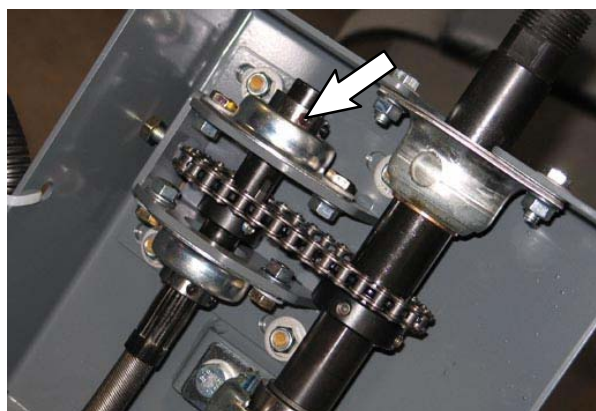
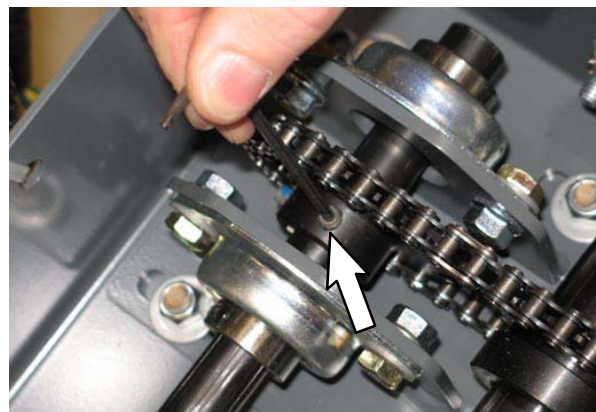
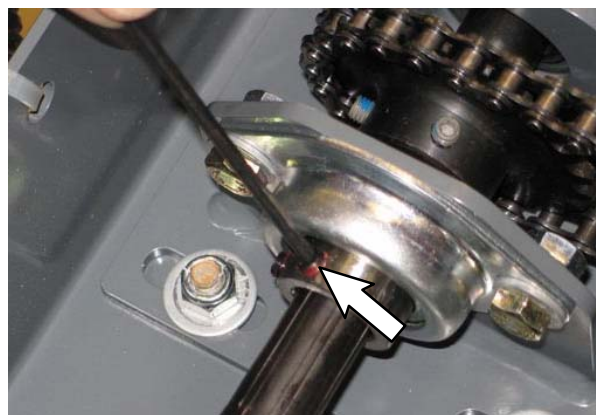

FIG. 31
FIG. 32
FIG. 33
30. Allentare le sei viti di fissaggio nel cuscinetto della flangia superiore, nell'ingranaggio dello sterzo e nel cuscinetto della flangia inferiore. (Fig. 31 / Fig. 32 / Fig. 33)